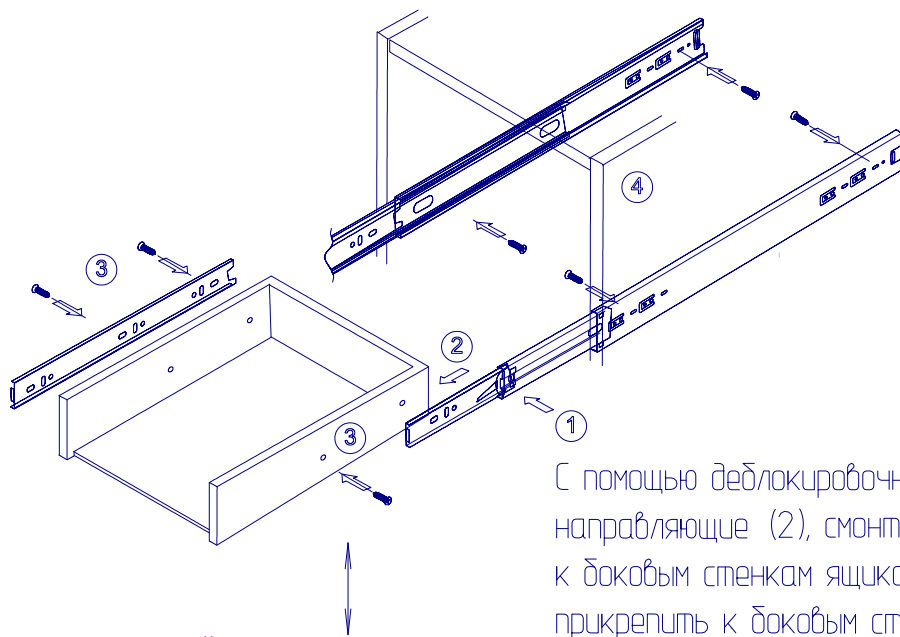

рисунок 4
3. При необходимости отрегулировать ящик по вертикали (рисунок 4)
4. Прикрепить направляющую к боковым стенкам ящика с помощью шурупов 3,5x13 в одно из отверстий (7)\*